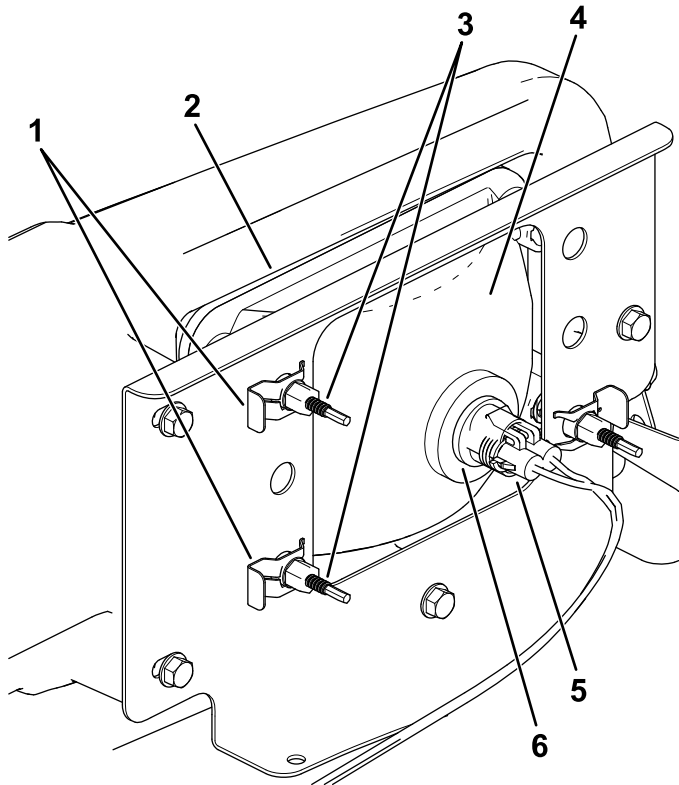

Figura 41
3. Desconecte el conector eléctrico del arnés de cables del conector del conjunto de la luz (Figura 41).
4. Retire los conectores rápidos que sujetan el faro al soporte del faro (Figura 41).
5. Retire el conjunto del faro desplazándolo hacia adelante y pasándolo por el hueco del parachoques delantero (Figura 41).
6. Introduzca el faro nuevo a través del hueco del parachoques (Figura 41).
7. Sujete el conjunto del faro con los conectores rápidos que se retiraron en el paso (4).
8. Conecte el conector eléctrico del arnés de cables al conector del conjunto de la luz (Figura 41).
5. En la parte trasera del faro, gire los tornillos de ajuste (Figura 41) para pivotar el conjunto y ajustar de la posición del haz de luz.